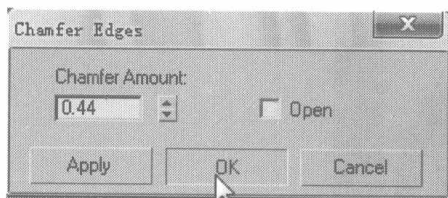

图 6.419
- 43** 不取消曲线的选择，在 Edit Edges 卷展栏中单击 **Chamfer** 右侧的小按钮，在弹出的对话框中设置边线倒角参数，如图 6.419 所示。